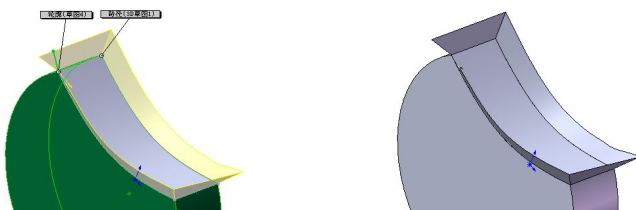

图 3-20 设置【路径对齐类型】为【所有面】
- **【所有面】**：当路径包括相邻面时，使扫描轮廓在几何关系可能的情况下与相邻面相切，如图 3-20 所示。